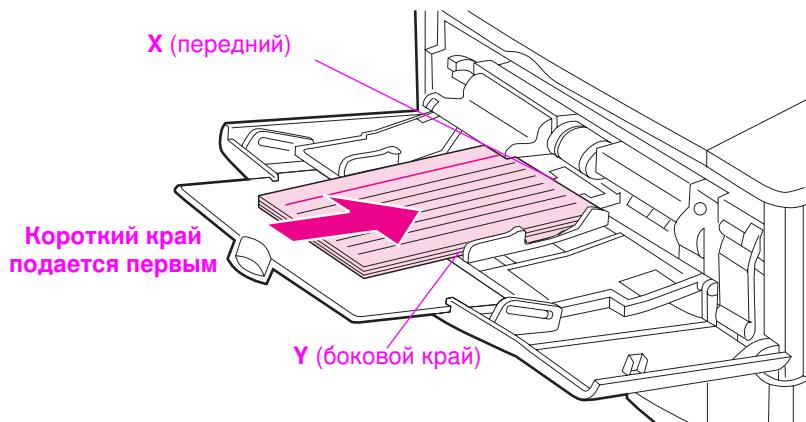

Рис. 16. Печать на бумаге нестандартного формата
- 3 В меню печати задайте размер вдоль оси X (передний край листа), как это показано на Рис. 16. X может быть в пределах от 76 до 216 мм.
- 4 Задайте размер вдоль оси Y (боковой край листа), как это показано на Рис. 16. Y может быть в пределах от 127 до 356 мм.